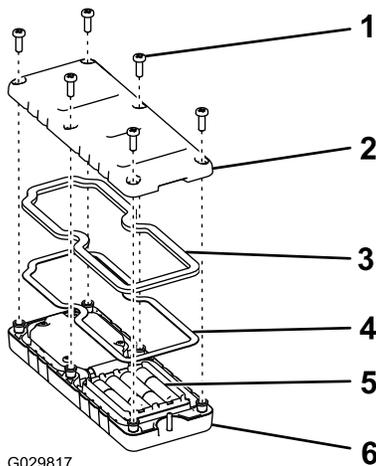

図 17
2. 新しい電池を入れる 向きに注意すること 図 17。
3. スチール製のガスケットとゴム製のシールをリモートの溝にきちんとはめ、バックカバーを取り付ける (図 17)。
4. ねじ6本を使ってカバーを固定し 図 17、各ねじを 1.5 - 1.7N・m0.15-0.17 kg.m = 13 - 15 in-lb にトルク締める。